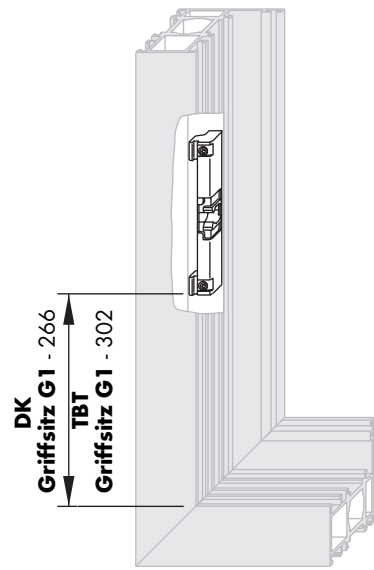

Bild 3
Schnäpper LM (1) nach Angabe (Bild 3) positionieren und mit den Gewindestiften festklemmen (Drehmoment $1,5 \pm 0,25$ Nm).